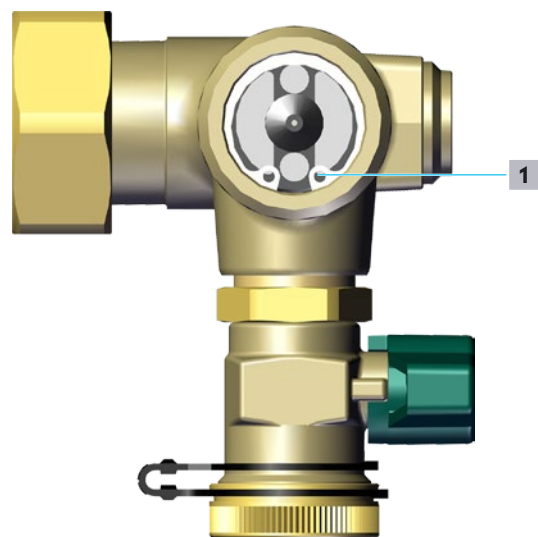

Abb. 36: Sicherungsring
- 1** Lösen Sie den Sicherungsring (siehe Position **1** in Abb. 36 auf Seite 38) mit einer geeigneten Sicherungsringzange.
- 2 Setzen Sie den Sicherungsring ein (siehe Position **1** in Abb. 36 auf Seite 38).